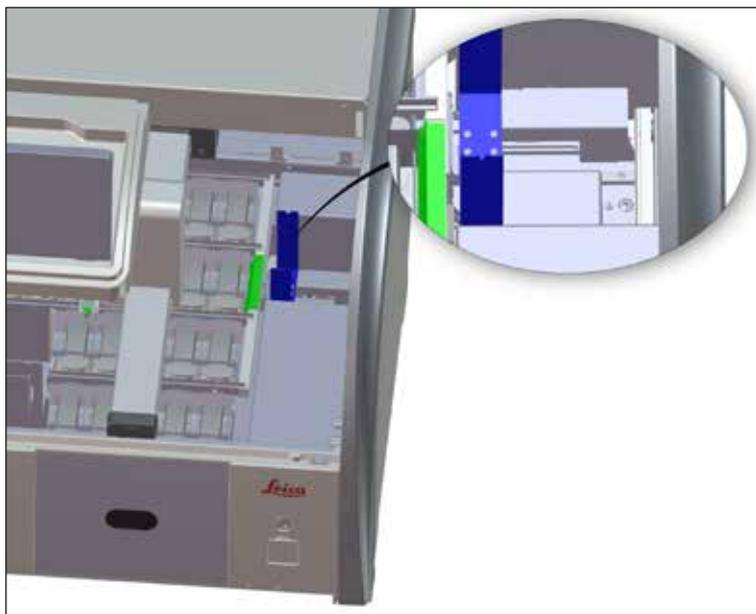

Fig. 98
- Verifique regularmente a estação de transferência (→ "Fig. 98") quanto a resíduo de reagentes e, se necessário, limpe-a usando agentes de limpeza comercialmente disponíveis com um valor de pH neutro.